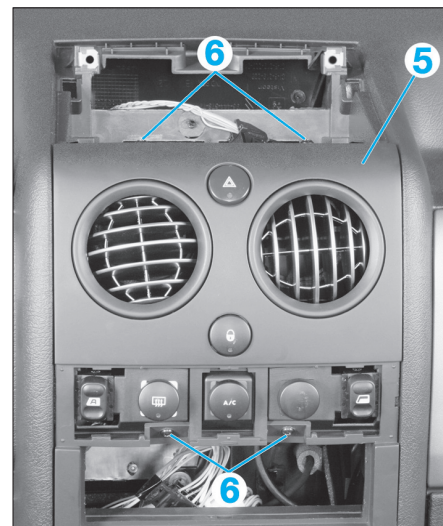

FIG. 31
- Déposer les quatre vis (6) et dégraffer la façade (5) (Fig.31).
- Sous la boîte à gants, déposer la garniture maintenue par 4 clips (19) (Fig.31).